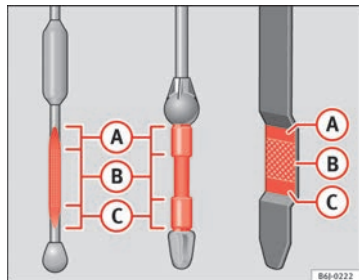

Fig. 136 Asta di misurazione livello olio motore
- In seguito, estrarla di nuovo e controllare il livello dell'olio ⇒ fig. 136. Se necessario, rabboccare dell'olio.